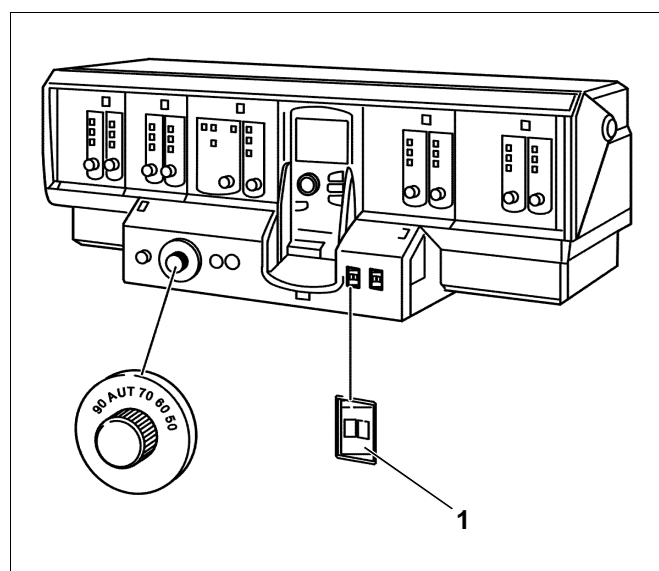

Fig. 64 Rappresentazione di esempio, Logamatic 4311
- Mettere l'interruttore d'esercizio (fig. 64, pos. 1) all'apparecchio di regolazione sulla posizione „0“.